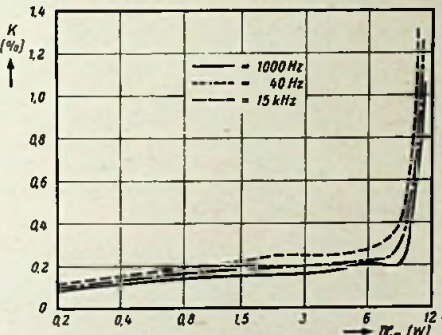

Bild 6. Verlauf des Klirrfaktors in Abhängigkeit von der Ausgangsleistung bei 40 Hz, 1000 Hz und 15 000 Hz
Mitkopplung oder positive Rückkopplung erfolgt hier durch die sogenannte Interkatodenkopplung der beiden Triodensysteme R 3 über den Widerstand R 8. Die Gegenkopplung, die negative Rückkopplung also, läuft direkt vom Ausgang über den Widerstand R 9. Vorbedingung für einen hohen Wert der positiven Rückkopplung, die dem niedrigen Klirrfaktor zugute kommt (Bild 6), ist das Fehlen phasendrehender Elemente in der NF-Vorstufe mit R 3 und in der Endstufe selbst; nunmehr läßt sich die Gegenkopplung über einen breiten Frequenzbereich durchführen.
- Mittellager 6 G (Heft 8, Seite 200, Bild 6): 94 mm in 90 mm und 20 mm in 16 mm ändern